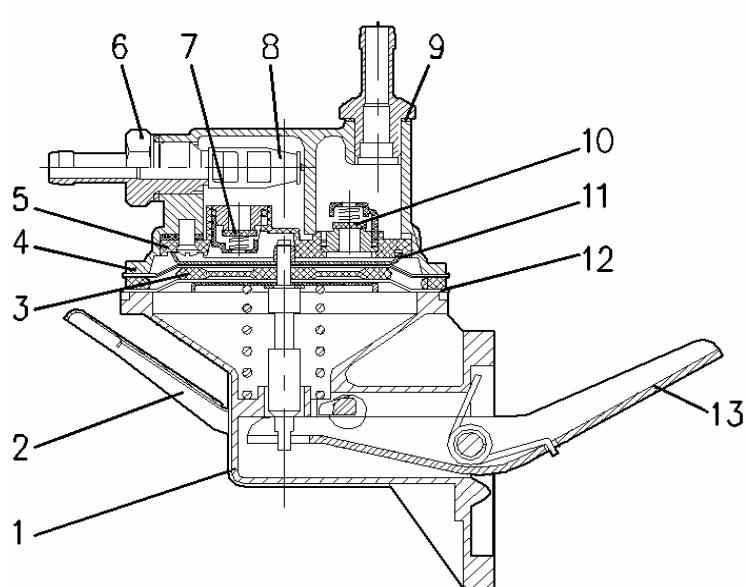
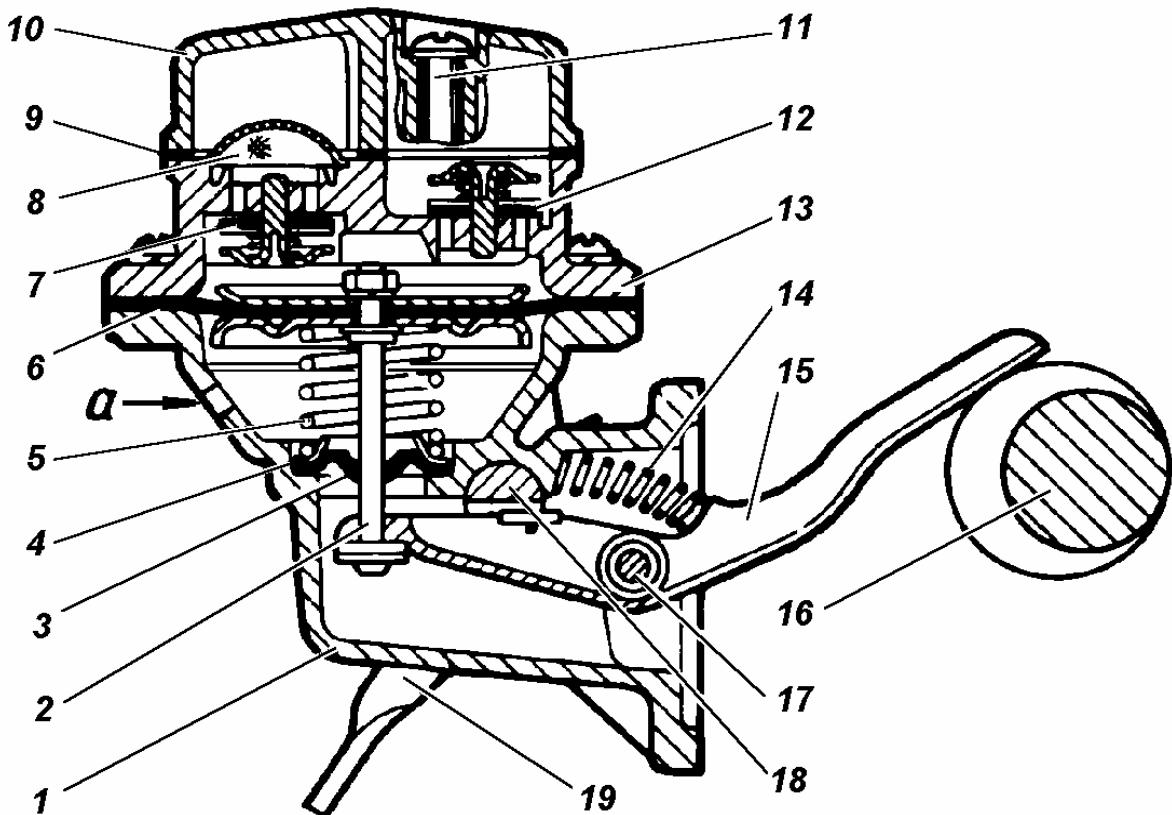
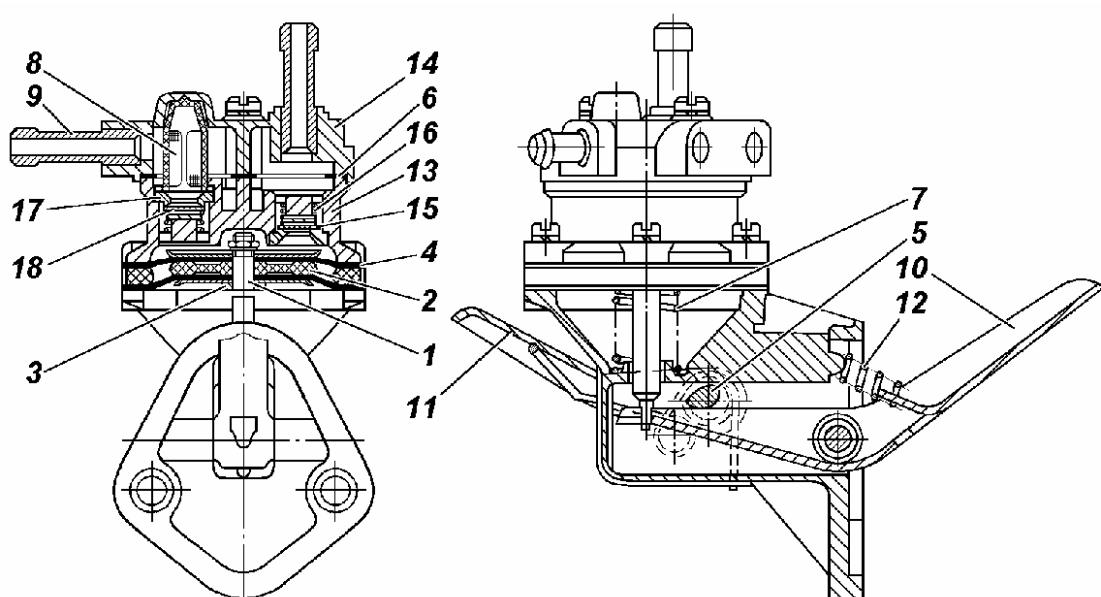

Рис.2.38 Топливный насос 900-1106010:
Рис.2.39 Топливный насосБ9В 451М-1106010-30, 451М-1106010-40:
Рис.2.40 Топливный насос «Универсал» 2105-1106010-50:
Топливный насос: 900 (рис.2.38) или Б9В (рис. 2.39), или «Универсал» (рис. 2.40) – диафрагменного типа, установлен на левой стороне блока цилиндров двигателя. Приводится в действие от эксцентрика на распределительном валу двигателя.
**Топливный насос** (рис. 2.39) состоит из корпуса 1 с рычагами привода 15 и ручной подкачки топлива 19, головки корпуса 13 с клапанами: впускным 7 и выпускным 12, крышки 10. Диафрагма 6 зажимается между корпусом 1 и головкой корпуса 13. Шток диафрагмы герметизируется резиновым уплотнителем 3. Клапан в сборе состоит из обоймы, резинового элемента и пластины, поджимаемых пружиной. Над всасывающими клапанами насоса устанавливается фильтр 8, изготовленный из мелкой сетки.
Основное отличие топливного насоса «Универсал» (рис. 2.40) - двойная диафрагма. Насос 900 (рис.2.38) имеет пять клапанов (три – всасывающих, два – нагнетательных), усовершенствованную диафрагму, уменьшенный объем надклапанного пространства на всасывании, благодаря чему улучшена его работоспособность при повышенных температурах. Во всем остальном конструкции топливных насосов схожи.